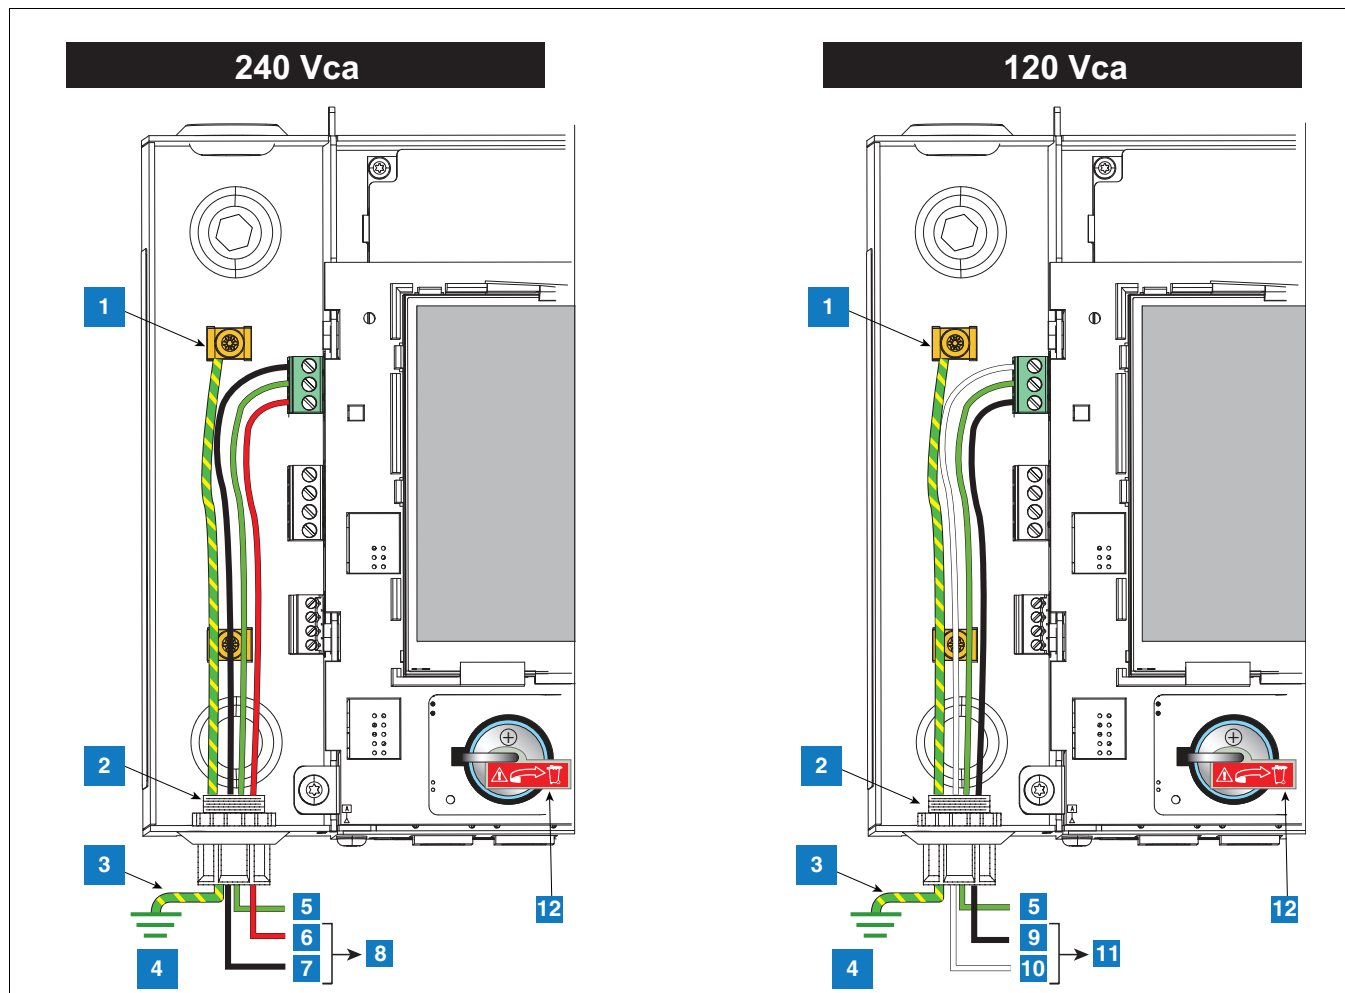

Figura 5. Cablaggio alimentazione CA alla console
3. Collegare i cavi di alimentazione di input a 120 o 240 Vca come mostrato nella Figura 5.
LEGENDA DELLE CASELLE NUMERATE DELLA Figura 5